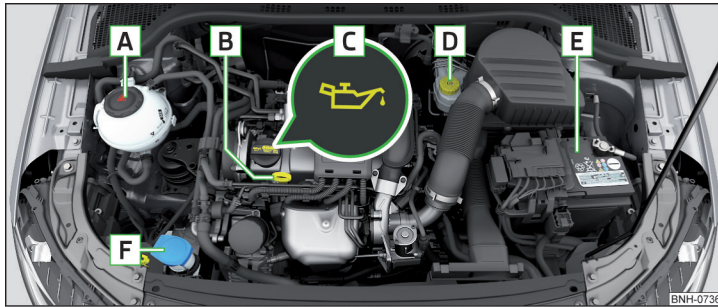

Abb. 225 Anordnungsbeispiel im Motorraum
- Den Deckel der Motoröleinfüllöffnung **C** abschrauben » Abb. 225 auf Seite 204.